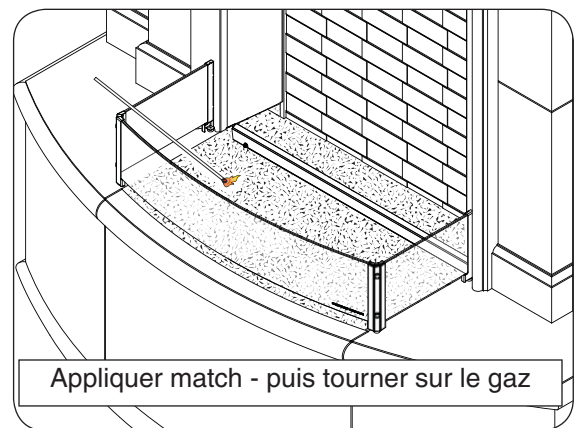

Fig. 32-1 Brûleur d'éclairage
3. Poser une allumette allumée sur la surface du support décoratif près du brûleur (**ne pas tenir l'allumette dans la main**) (Fig. 32-1).